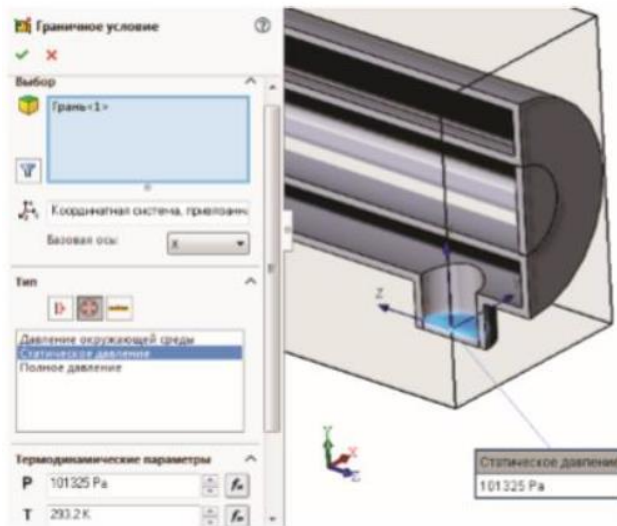

Рис.9 – Завдання вихідних параметрів у зовнішньому потоку
7.2. На виході зовнішнього потоку: повторюємо минулу операцію, виокремлюємо внутрішню поверхню і вибираємо «Швидкість на вході», що дорівнює «Швидкості на вході» (рис.9).